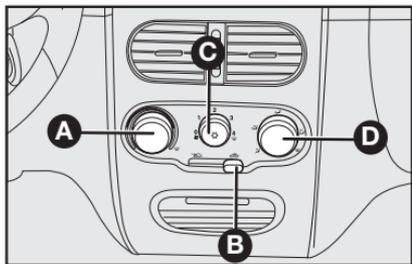

fig. 61
COMANDOS – fig. 61
1) Seletor para a temperatura do ar **A-fig. 61** totalmente posicionado à esquerda.
2) Seletor do ventilador **C-fig. 61** posicionado na velocidade máxima.
3) Seletor de distribuição do ar **D-fig. 61** apontado para ; controlar para que todas as saídas de ar estejam totalmente abertas.
4) Ligar o ar-condicionado apertando o seletor **C-fig. 61**.
çamento e ativar o condicionador, apertando o seletor **C**—fig. 61.
- 1) Condicionador de ar ligado: seletor **C**—fig. 61.
- 5) Recirculação do ar: desligada. Botão **B**—fig. 61.